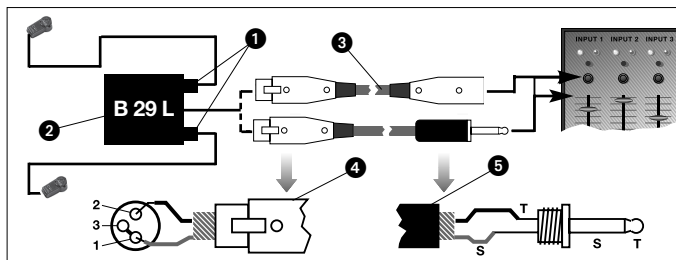

Fig. 3: Esquema de conexão com B 29 L
Veja fig. 3. 1. **Ligar o cabo:** Coloque o conector mini-XLR (1) do cabo do pickup numa das duas entradas mini-XLR no B 29 L (2) até atingir o ponto final. O conector (1) é travado automaticamente.
Veja fig. 3.